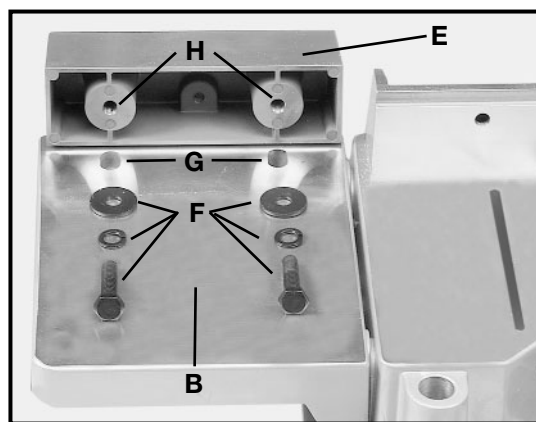

Fig. 7D
4. Montez le support du guide coulissant (E) fig. 7D, sur la rallonge (B) à l'aide de deux vis à tête hex. de 1-1/4 po de longueur, des rondelles de blocage de 5/16 po et des rondelles plates de 5/16 po (F). Passez les vis dans les deux trous (G) de la rallonge et vissez-les dans les deux trous taraudés (H) à la partie inférieure du support du guide coulissant.